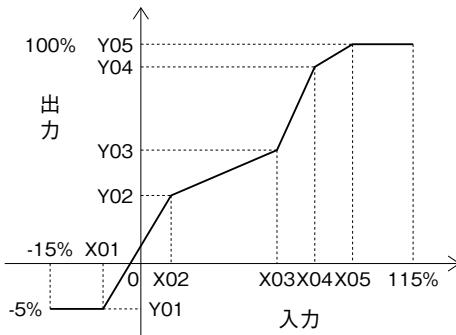

図 1
入力 (X) データの小さい順に番号の若い順から設定して下さい。(図 1 参照)